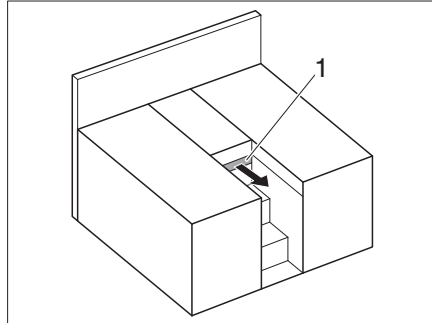

Fig. 171 Camas individuales
- Extraer la extracción (Fig. 171,1).